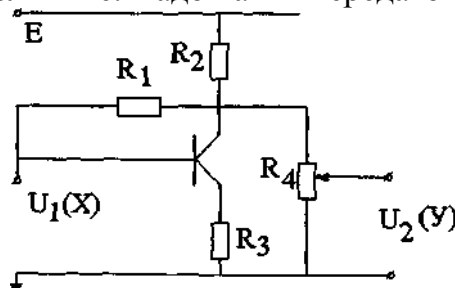

Рис.5.4. Транзисторный усилитель постоянного тока.
**Пример 3.** На рис.5.4. представлен транзисторный усилитель постоянного тока, который является самым простым звеном. Выходная величина его прямо пропорциональна входной величине. Надо найти передаточную функцию.